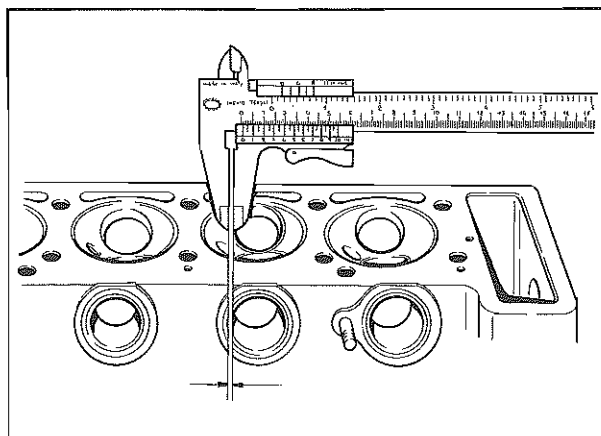
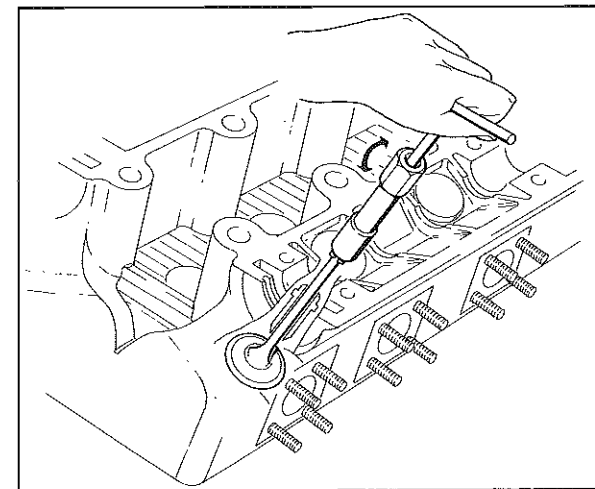
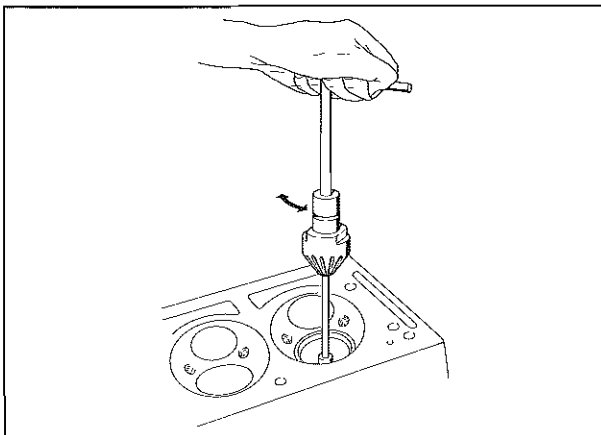

Fig. 43 - Misurare l'ampiezza della banda colorata
Fig. 44
Fig. 46
- Misurare l'ampiezza della superficie di appoggio della valvola sulla sede: stendere un velo di blu di Prussia o rosso piombo o prodotti simili sulla superficie della valvola; premere la valvola contro la sede e ruotare di alcuni giri. Misurare l'ampiezza della banda colorata sulla sede come mostrato in **Fig. 43** e confrontarlo col valore dato (vedi pag. 1-2). Se la banda è più sottile od irregolare occorre procedere alla smerigliatura delle sedi (**Fig. 44**). In caso di gravi irregolarità della superficie di appoggio fresare la sede prima della smerigliatura con apposito attrezzo (**Fig. 46**).
- Take the measurement of the valve resting surface on the seat: place a layer of Prussian blue or lead red or similar products on valve surface: press the valve towards the seat and make a few turns. Measure the width of the colour band on the seat as shown in **Fig. 43** and compare it with the value given (see page 1-2). If the band is thinner or irregular it is necessary to grind the seats (**Fig. 44**). In case of important irregularities of the surface ream the seat before grinding with a suitable tool (**Fig. 46**).